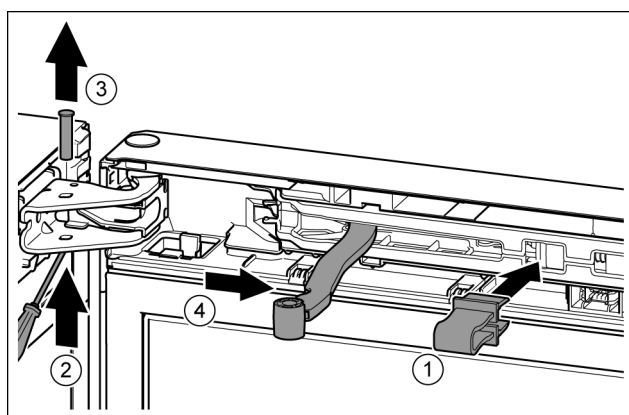

Fig. 11
- ▶ Зафиксировать предохранитель в отверстии. Fig. 11 (1)
- ▶ Выкрутить палец при помощи отвертки. Fig. 11 (2)
- ▶ Извлечь палец движением вверх. Fig. 11 (3)
- ▶ Повернуть шарнир в направлении двери. Fig. 11 (4)